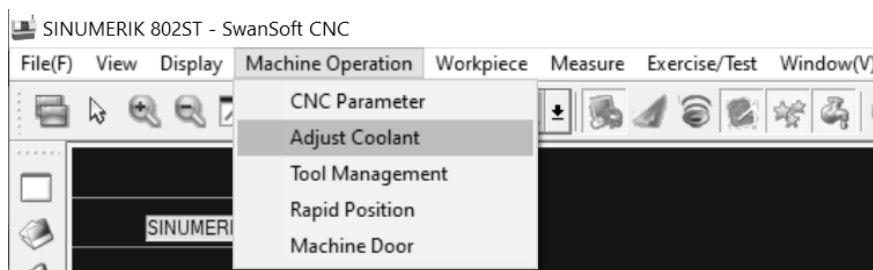

Рисунок 2.4 – Выбор вкладки «Adjust Coolant»
3.2 Отрегулировать сопла подачи СОЖ, выбрав вкладку «Machine Operation» – «Adjust Coolant» (рисунок 2.4).